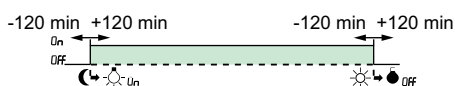

Рис. 5.
- Коригування різниці в часі заходу та/або сходу сонця на ± 120 хв відповідно до місцевих обмежень (гори, будівлі тощо). (див. Рис. 5).